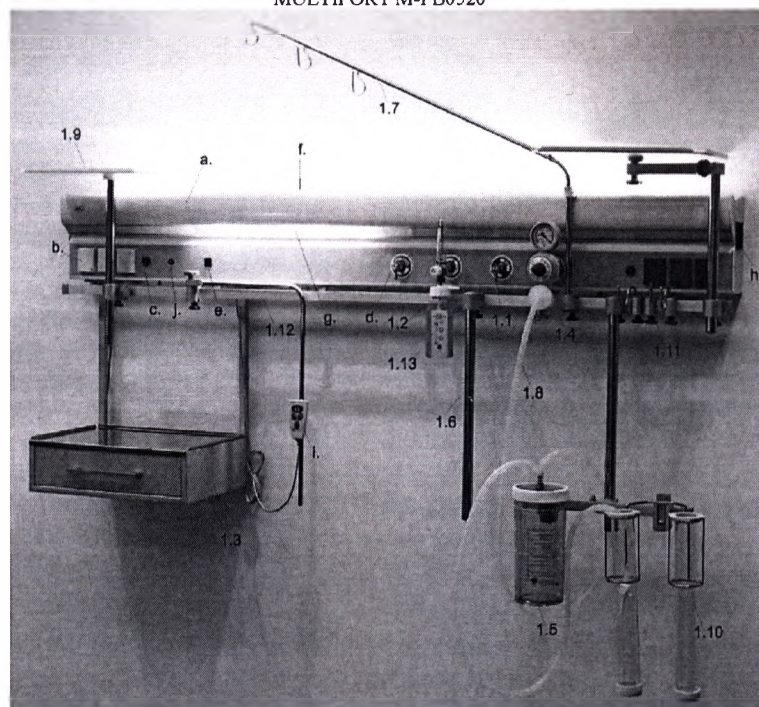
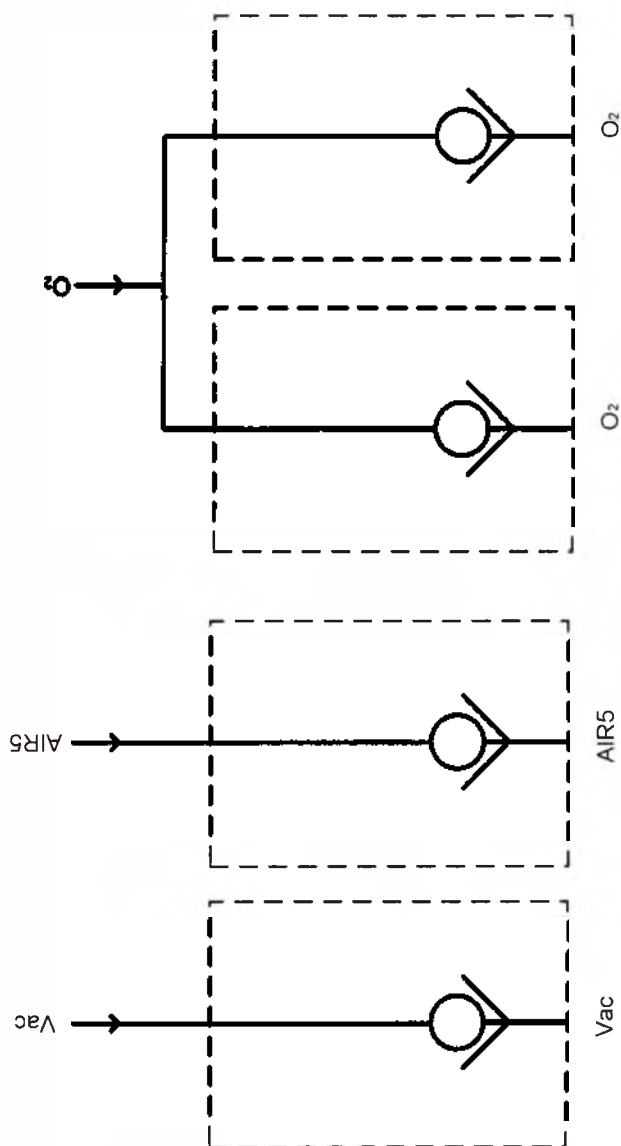

Рис. 1 Общий вид и составные части медицинского изделия
Рис. 2 Пневматическая схема палатной консоли
7.1 Палатные консоли крепятся в соответствии с планировкой помещения. Расположение палатных консолей в палатах при установке относительно кровати пациента и способ крепления приведены на *Рис. 1* и *Рис. 2*.